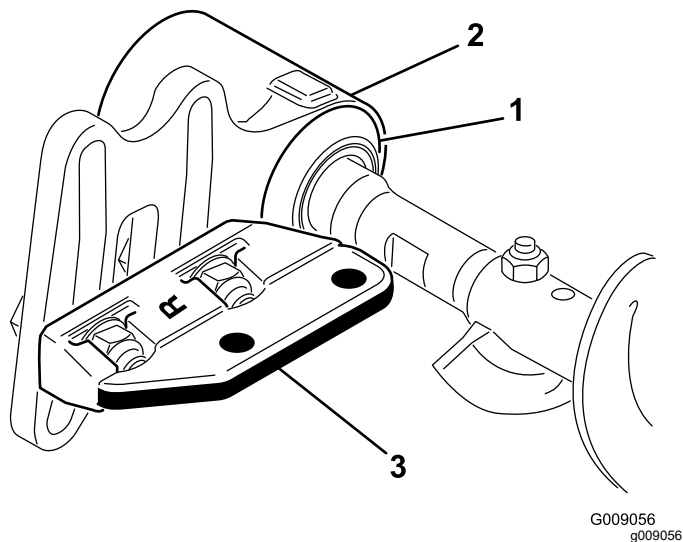

Figura 26
11. Deslice cada retén hacia el exterior hasta que los sellos toquen ligeramente el alojamiento de cada cojinete (**Figura 26**).